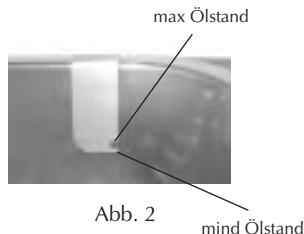

Abb. 2
Anschließend die Wanne, ohne die Töpfchen, mit dem GFC Silikon-Öl auffüllen (bis man einen Ölstand erreicht, der zwischen der untersten und obersten Grenze liegt - siehe Platte im Innern der Wanne - siehe Abb. 2).
- Die Teile des Gerätes bei hoher Temperatur nicht berühren. Zu diesem Zweck wurde ein Hinweissymbol angebracht, das die Gefahr von Verbrennungen (5) anzeigt.
- Das Gerät nie ohne Öl oder nie mit Ölmengen, die unter dem max. bzw. mind. Ölstand, der im Innern der Wanne angezeigt ist, liegen, verwenden (siehe Abbildung 2), und den Ölstand stets ohne die Töpfchen in der Wanne überprüfen.